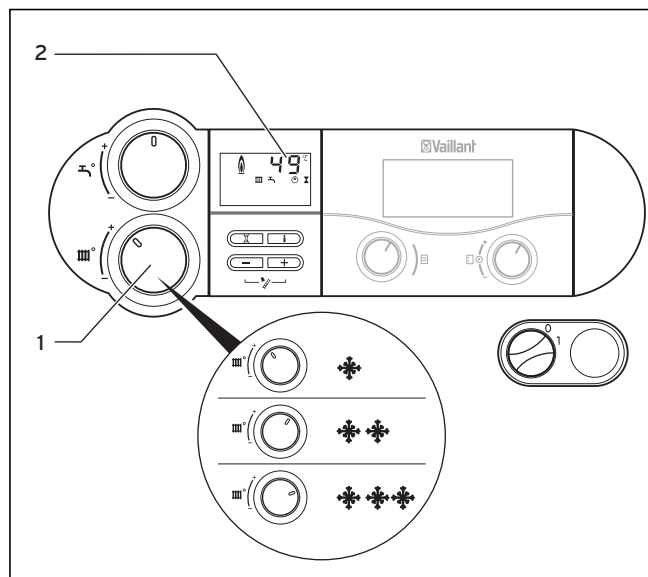

Fig. 6.8 Indstilling af fremløbstemperatur uden regulering
Hvis der ikke er tilsluttet nogen ekstern regulering, indstilles fremløbstemperaturen med drejeknappen (1) (Fig. 6.8) svarende til den pågældende udetemperatur. I det tilfælde anbefaler vi følgende indstillinger:
Når temperaturen indstilles, vises den indstillede temperatur på DIA-systemets display (2) (Fig. 6.8) Efter tre sekunder forsvinder denne visning, og på displayet vises igen standardvisningen (varmeanlæggets aktuelle fremløbstemperatur).